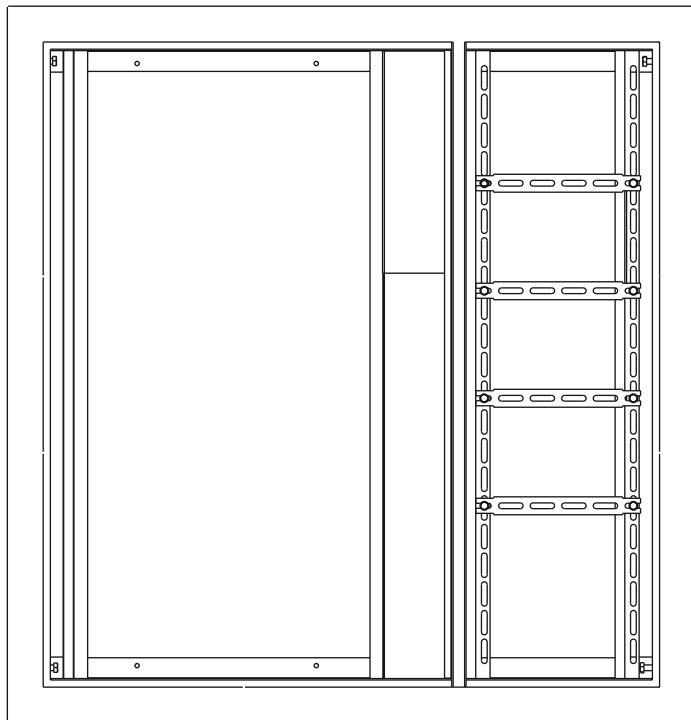

Рисунок 10
3.1 Закрепите Планки короткие на оцинкованных Z-профилях в низковольтном отсеке корпуса Щита этажного с помощью болтов М6х14 и гаек фланцевых М6 (рисунок 10). Болтовое соединение согласно приложению 1.